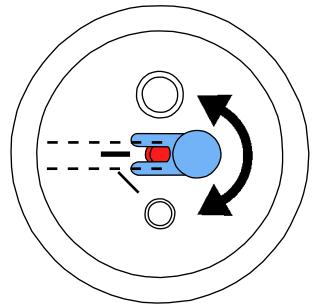

图 13
- 定量喷咀必须用 25-70 μm 砂罐来调整（图 13）！